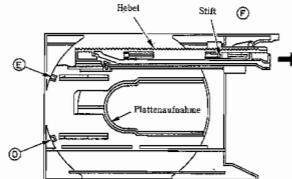

Abb. 4
(3) **Austausch des Plattenhalters (Abb. 4)**
Nach dem Ausbau der Plattenlade, entfernen Sie die Stifte (a) und (b) von der Plattenaufnahme (Abb. 4). Danach nehmen Sie den Plattenhalter hoch und heraus.
(4) **Austausch der Zahnstangen (Abb. 4)**
Bringen Sie die Zahnstangen (a) in die Lage, wie in Abb. 4 gezeigt. Heben Sie die Schienenhalter (b) mit einem flachen Schraubenzieher etwa 1 mm ab und entfernen Sie den Träger in Pfeilrichtung.